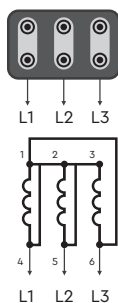

Рис. 2.2
- 7.2.10. При соединении трехфазного электродвигателя по схеме подключения «треугольником» обмотки статора электродвигателя соединяются последовательно таким образом, что конец одной обмотки соединяется с началом следующей и т. д. (Рис. 2.2).